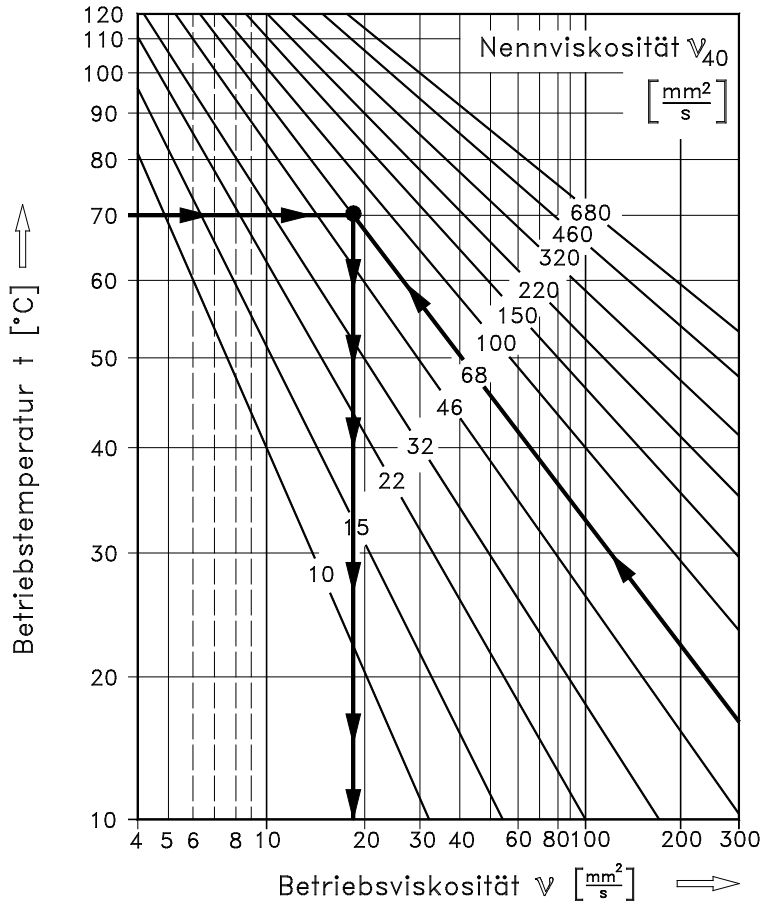

Abb. 6.10
Im  $\nu$ - $t$ -Diagramm (Abb. 6.10) ist dieser Zusammenhang für die gebräuchlichsten Nennviskositäten  $\nu_{40}$  mineralölbasischer Schmierstoffe dargestellt.
**Schritt 3:** Im Diagramm Abb. 6.10 folgt man der Linie für die Nennviskosität des Grundöles  $\nu_{40} = 68 \text{ mm}^2/\text{s}$  bis zum Schnittpunkt mit der Linie der Betriebstemperatur  $t_{\text{max}} = 70^\circ\text{C}$ . Eine von diesem Schnittpunkt nach unten gezogene Linie bezeichnet die für diesen Schmierstoff bei dieser Temperatur ungefähr zu erwartende Betriebsviskosität.